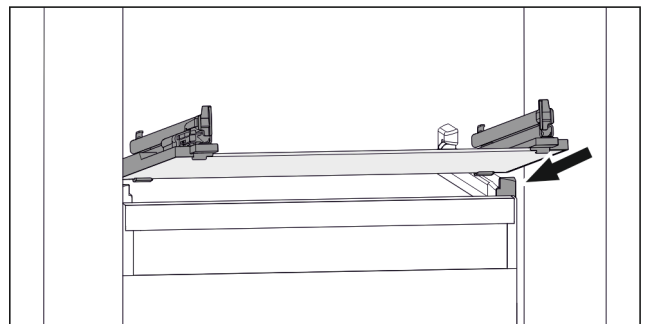

Fig. 49 Beispielhafte Darstellung der Glasplatte
- ▶ Glasplatte schräg hinter den Stopperr aufsetzen. (siehe Fig. 49)